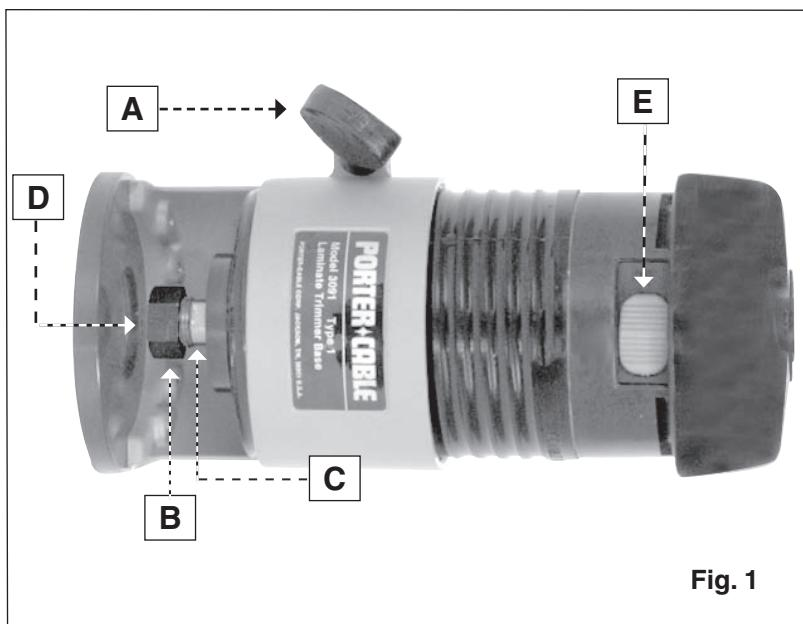

Fig. 1
1. Afloje afianzar la perilla con abrazadera y baje la unidad de potencia para exponer la tuerca del collar. Fig. 1.
2. La unidad y la vuelta de potencia del asimiento vertical y sientan la unidad en la tapa plana. Fig.1.